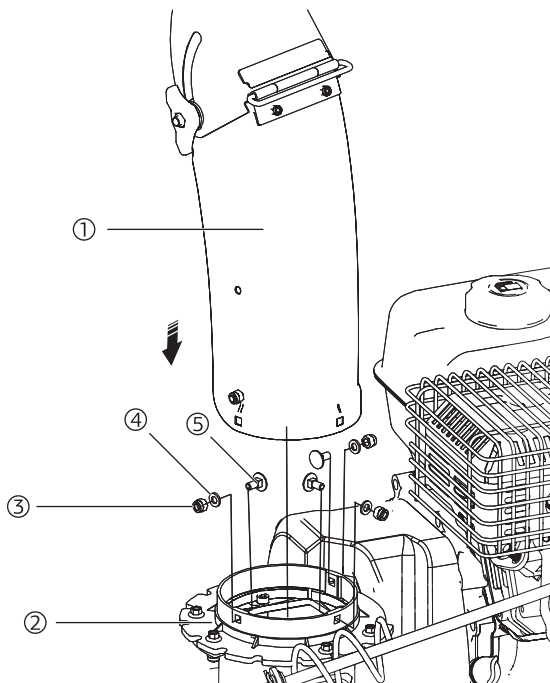

Рис. 5
4. Установите поворотный желоб (1) и закрепите на пластине (2) с помощью болтов (3), шайб (4) и гаек (5) (Рис. 5).